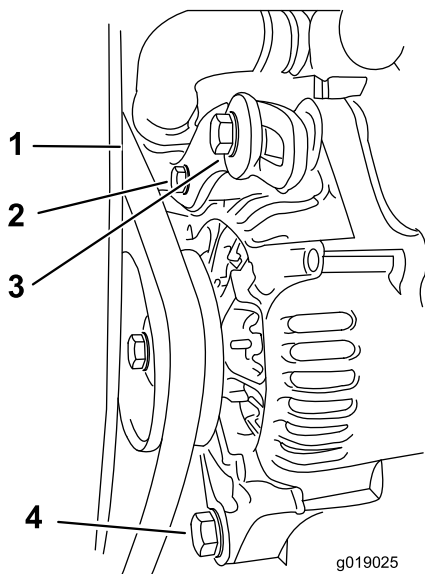

Figura 39
1. Presione la correa con el dedo pulgar en la zona indicada para comprobar la tensión (Figura 39).